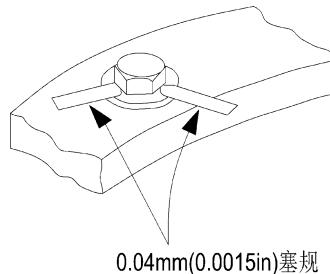

图 5-4
3. 如图 5-4 箭头所示, 将 0.04mm 测隙规插入到螺栓与垫圈之间。